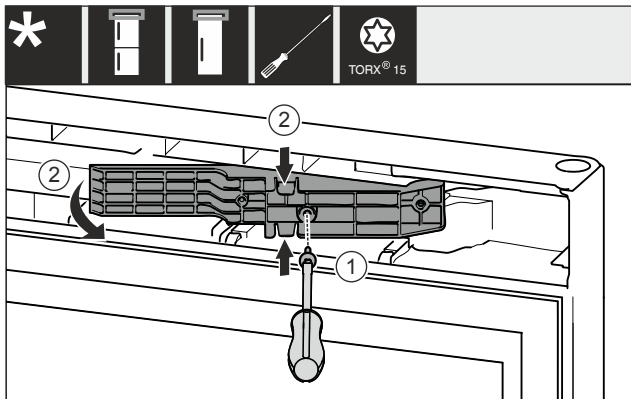

Fig. 12 *
- ▶ Løsn skrueerne med skruetrækkeren T15. Fig. 12 (1)*
- ▶ Træk adapterstykket ud. Fig. 12 (2)*